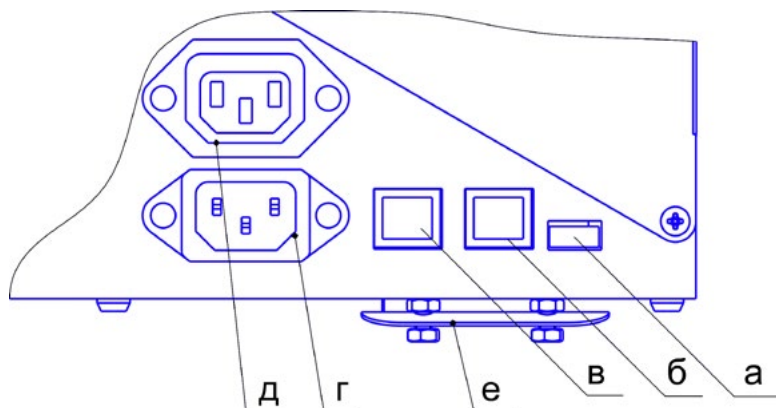

Рис. 20
5. Соедините датчик с горелкой (Рис.20) с помощью патч-корда с разъемами RG-45, входящего в комплект АПГ. В зависимости от места установки подключите разъем в соответствующее гнездо на корпусе горелки: гнездо Б для датчика, установленного на улице; гнездо В для датчика, установленного в доме. Минимальная длина патч-корда, входящего в комплект, – 5 м. Допускается использование с горелкой патч-корда длиной до 18 м, приобретаемого отдельно.